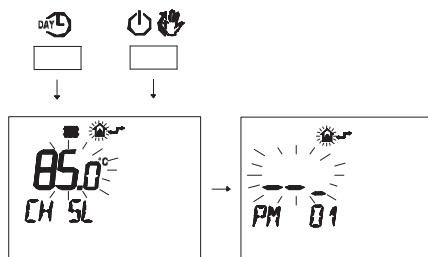

Рис. 5.38
- Нажмите одновременно кнопки **DAY** и **ON/OFF**, чтобы войти в поле ввода настроек (Рис. 5.38).